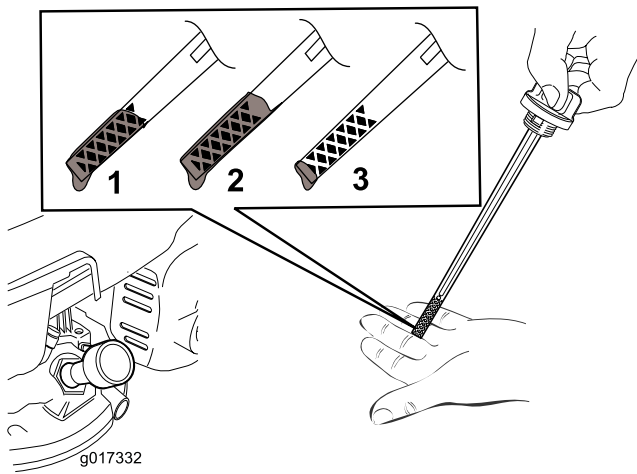

Bild 7
2. Ziehen Sie den Peilstab (Bild 7) heraus.
**Hinweis:** Füllen Sie das Motorkurbelgehäuse mit Öl, bis der Peilstab angibt, dass der Ölstand im Motor richtig ist, wie in Bild 7 abgebildet. Wenn Sie zu viel Öl in den Motor füllen, lassen Sie etwas Öl ab, wie in Wechseln des Motoröls (Seite 17) angegeben.